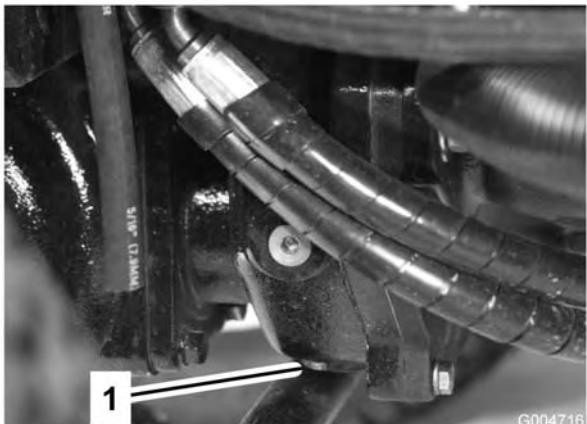

Figura 61
- Pulite l'area circostante il tappo di spurgo sul fondo della scatola degli ingranaggi (Figura 61).